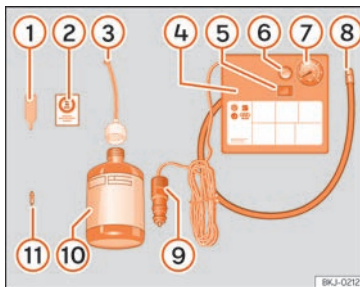

Abb. 41 Prinzipdarstellung: Bestandteile des Pannensets.
Das Pannenset befindet sich im Gepäckraum unter dem Bodenbelag. Es besteht aus folgenden Bestandteilen » Abb. 41:
- Ventilkappe und Ventileinsatz vom Reifenventil abschrauben. Verwenden Sie den Ventileinsatzdreher » Abb. 41 1 zum Heraus-schrauben des Ventileinsatzes. Legen Sie den Ventileinsatz auf einem sauberen Untergrund ab.
- Reifendichtungsmittelflasche kräftig schütteln » Abb. 41 10.
- Schrauben Sie den Einfüllschlauch »» **Abb. 41 ③** auf die Dichtmittelflasche. Die Folie am Verschluss wird automatisch durchstoßen.
- Verschlussstopfen vom Einfüllschlauch »» **Abb. 41 ③** entfernen und das offene Ende ganz auf das Reifenventil stecken.
- Ventileinsatz mit dem Ventileinsatzdreher »» **Abb. 41 ①** wieder in das Reifenventil schrauben.
- Reifenfüllschlauch »» **Abb. 41 ⑧** des Luftkompressors fest auf das Reifenventil schrauben.
- Prüfen, ob die Luftablassschraube »» **Abb. 41 ⑥** zuge dreht ist.
- Stecker »» **Abb. 41 ⑨** in die 12 Volt-Steckdose des Fahrzeugs stecken »» **Seite 171**.
- Luftkompressor mit dem EIN- und AUS-Schalter »» **Abb. 41 ⑤** einschalten.
- Kleben Sie den Aufkleber »» **Abb. 41 ②** im Sichtfeld des Fahrers auf das Kombi-Instrument.
Den Reifenfüllschlauch »» **Abb. 41 ⑤** wieder anschließen und den Reifenfülldruck an der Reifenfülldruckanzeige **⑥** ablesen.